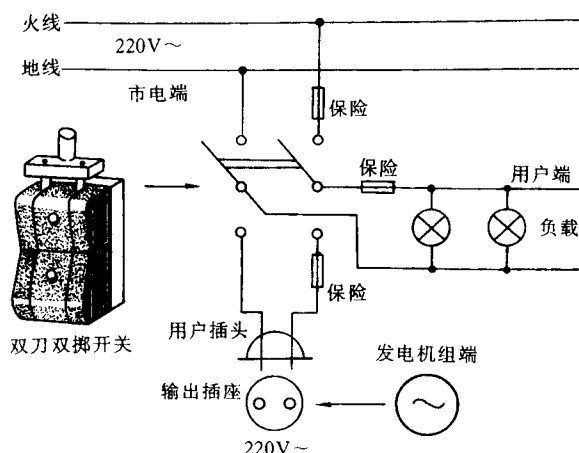

图 1-14 备用发电机组接线图
(1) 架设或放置电源线。一定要选用足够截面积的橡、塑外包皮防护的多芯软铜线,禁止在一头抽拉,两端要留有一定的余量,有插头的一端要轻拿轻放,不得乱丢,放置完后将两端固定。
(2) 装设好可靠的接地线,以保证用电安全。
(3) 发电机组如作为备用电源,则必须采取双刀双掷开关,以避免误操作及误送电造成短路事故,其接线见图 1-14。
(4) 插好与发电机连接的插头并接好照明灯。